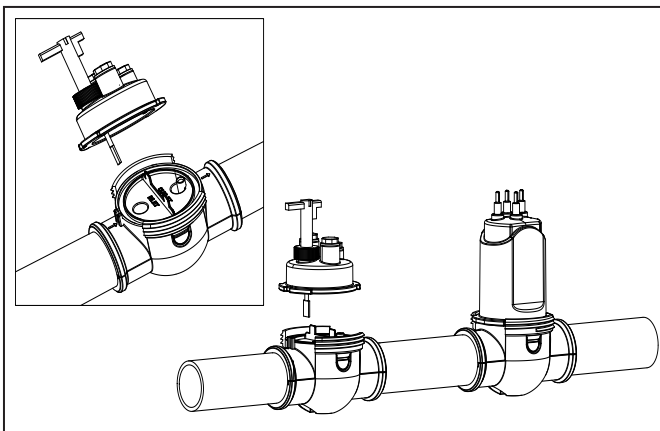

Figure 12. Installer la cellule et le capteur
12. Installer la cellule et le capteur de s'assurer que le module est installé en amont de la cellule. Lors de l'installation du module, assurez-vous que l'interrupteur de débit est inséré dans l'orifice d'entrée sur la pince (voir Figure 12).